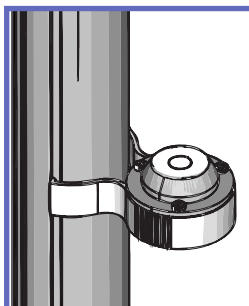
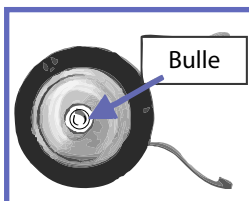

Fig. 17
Fig. 18
- 10) Avant que le poteau EASYTRACK ne soit serré contre le plafond, vérifier le niveau afin de s'assurer que la bulle se trouve au centre du cercle. Redresser le poteau jusqu'à ce que la bulle soit au centre du cercle, voir les Fig. 17 et Fig. 18.